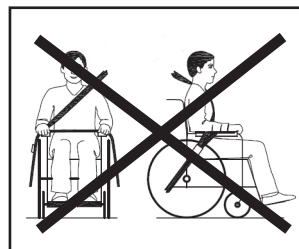

Figure 6
- Veillez à ce que la ceinture ne repose pas sur les pièces du fauteuil (comme les accoudoirs et les roues) empêchant la ceinture de soutenir totalement le corps de l'utilisateur (voir figure 6).